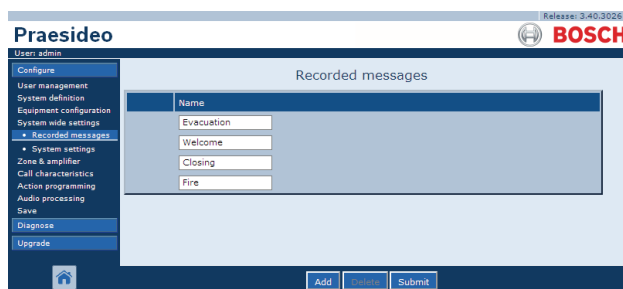

figura 45.5: Registro de mensaje, paso 4
- Haga clic en botón *OK* para agregar un mensaje grabado a la lista de mensajes grabados registrados. Aparece una pantalla similar a la mostrada en figura 45.5 en el cuadro principal de la interfaz Web.